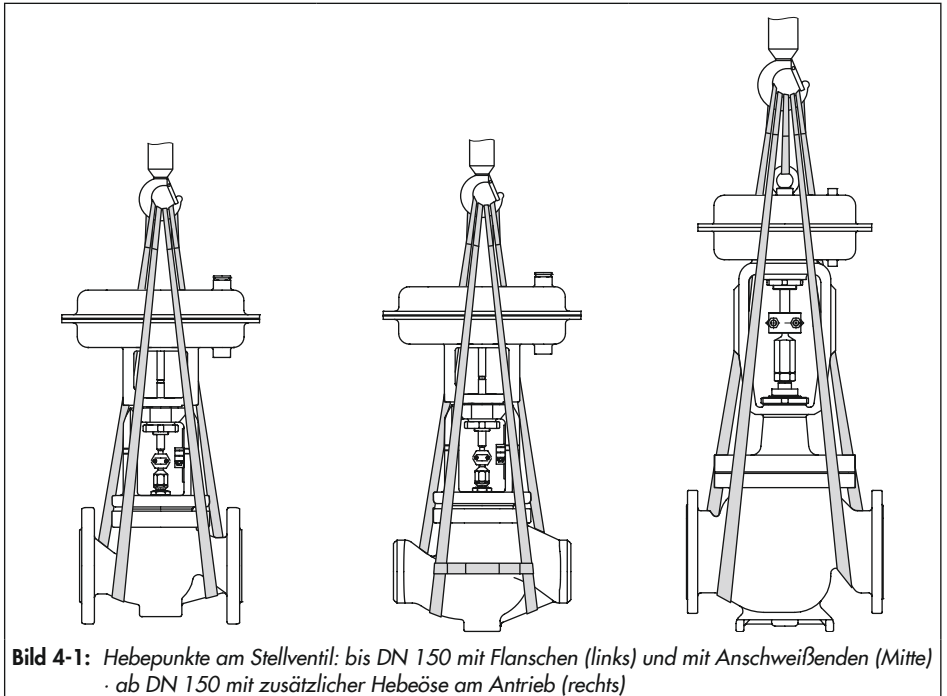

Bild 4-1: Hebepunkte am Stellventil: bis DN 150 mit Flanschen (links) und mit Anschweißenden (Mitte)
- Als Tragmittel einen Haken mit Sicherheitsverschluss verwenden (vgl. Bild 4-1), damit die Anschlagmittel beim Heben und Transportieren nicht vom Haken rutschen können.
1. Je eine Hebeschlinge an den Flanschen des Gehäuses und am Tragmittel (z. B. Haken) des Krans oder Gabelstaplers anschlagen, vgl. Bild 4-1.
1. Je eine Hebeschlinge an den Anschweißenden des Gehäuses und am Tragmittel (z. B. Haken) des Krans oder Gabelstaplers anschlagen, vgl. Bild 4-1.